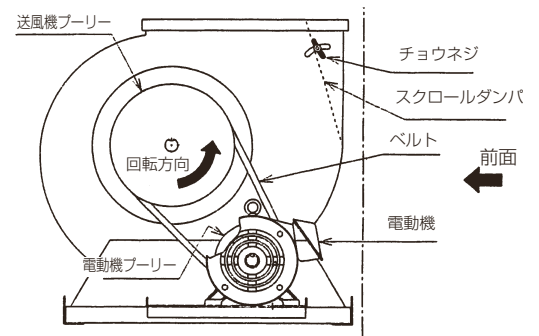

図15
(1) 電動機ブリーセットおよび送風機ブリーセットの取付け
- ①前パネル下、前パネル上（ネジ9本）を取外してください。
- ②電動機ベース固定ボルトおよび電動機ベーススライド用ボルトを緩めて電動機を後方側にスライドさせてください。…図15
- ③ブリーのセットネジを緩めて送風機ブリーおよびVベルトを取外してください。
- ④交換するブリーおよびVベルトを取付けてください。
(2) 電動機の取付け
- ③Vベルトを外して、電動機を取外してください。（ボルト4本）
- ④電動機を標準品のボルト・ナットを流用して交換してください。
- ⑤取外しと逆の手順で部品を取付けてください。
(3) スクロールダンパによる風量調節（必要に応じてスクロールダンパの調節を行ってください。）
- ①前パネル上（ネジ9本）を取外してください。
- ②ファンケーシング両側面のチョウネジをゆるめ必要な目盛りに合わせて固定してください。…図15
- ③調節目盛りについては当社発行技術資料の「静風圧部品選定表」をご覧ください。